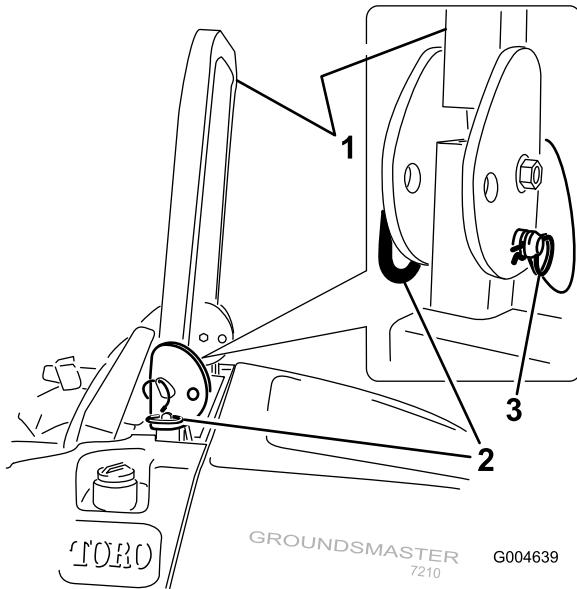

Figura 12
1. Para bajar la barra anti-vuelco, retire los pasadores de horquilla, empuje la barra hacia adelante contra los muelles, y retire los dos pasadores (Figura 12).
3. Instale los dos pasadores y fíjelos con los pasadores de horquilla (Figura 12).
4. Para elevar la barra anti-vuelco, retire los pasadores de horquilla y retire los dos pasadores (Figura 12).
5. Eleve la barra anti-vuelco a la posición vertical, instale los dos pasadores y fíjelos con los pasadores de horquilla (Figura 12).